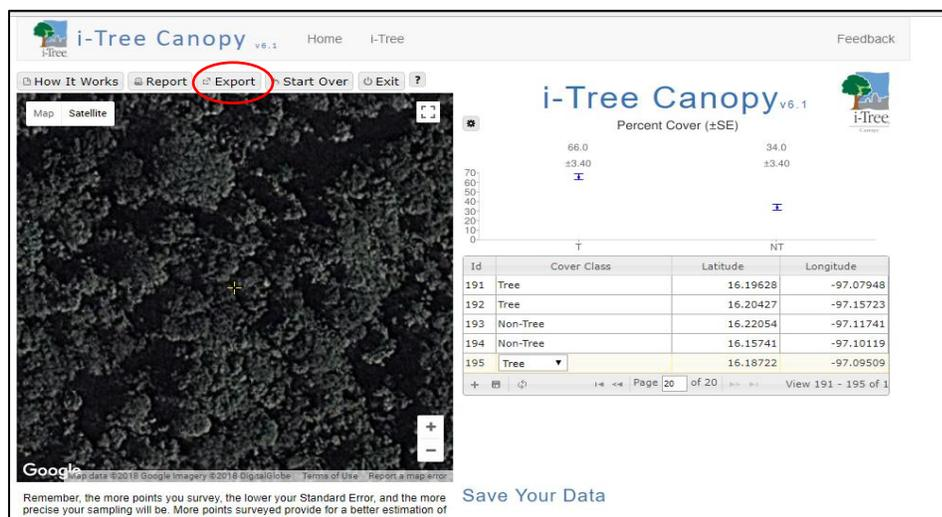

Figura 46. Exportar puntos de i-tree
- 1.8. Una vez que se tiene un numero correcto de puntos de muestreo, el Desarrollador del Proyecto deberá de exportar los puntos (Figura 46).